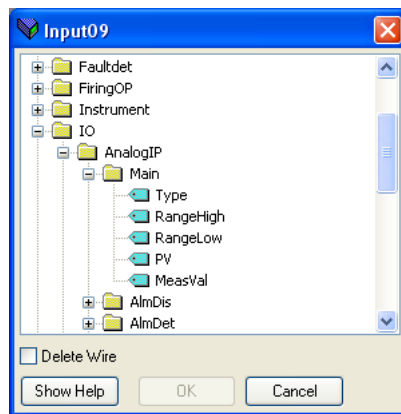

Figure 141 Fenêtre du navigateur
1. Double cliquer sur la position suivante disponible dans le tableau des données d'entrées et de sorties et sélectionner la variable à lui assigner. Un pop-up (Figure 141) sert de fenêtre de navigation dans laquelle une liste de paramètres peut être ouverte.